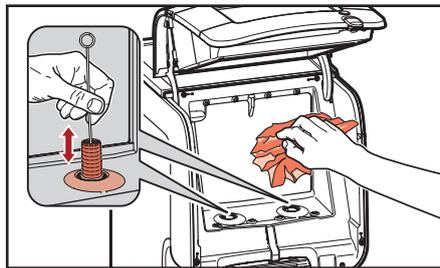

Fig. 5.9 - Pulire il vano refrigerante
4. Pulire l'apertura del dosatore con una spazzola e l'interno del vano refrigerante con un panno pulito e umido (fig. 5.9). Asciugare con panno carta pulito.